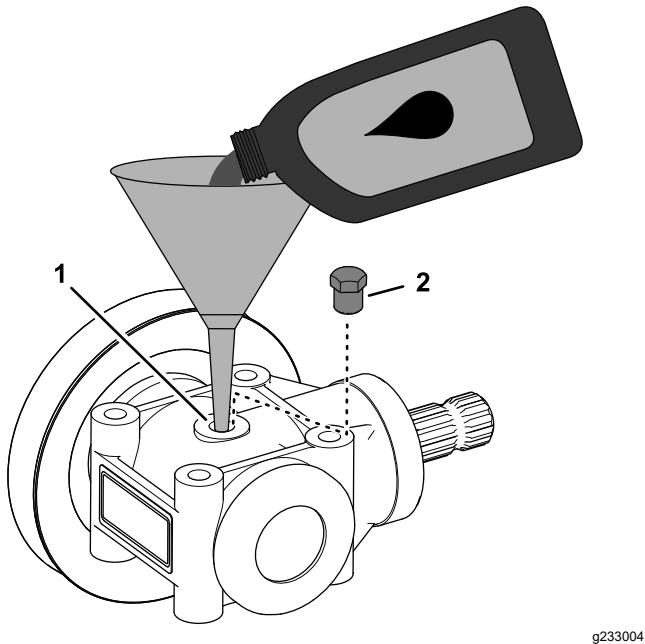

Figura 120
3. Ruotate la scatola a ingranaggi sino a portare il foro del tappo dell'alloggiamento in alto (Figura 120).
scatola a ingranaggi attraverso il foro posto sull'alloggiamento stesso (Figura 120).
5. Montate il tappo dell'alloggiamento nel relativo foro della scatola a ingranaggi del piatto di taglio (Figura 120).